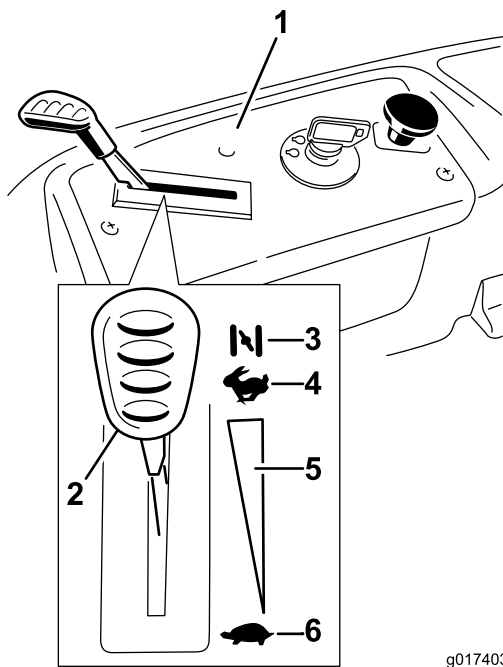

Figure 12
3. Placez la manette d'accélérateur en position Starter pour démarrer à froid (Figure 12).
5. Lorsque le moteur a démarré, amenez progressivement la manette d'accélérateur en position Haut régime (Figure 12). Si le moteur cale ou hésite, ramenez la manette d'accélérateur en position de starter pendant quelques secondes. Répétez l'opération si nécessaire.
3. Tournez la clé de contact à la position contact coupé (Figure 12) et enlevez-la.